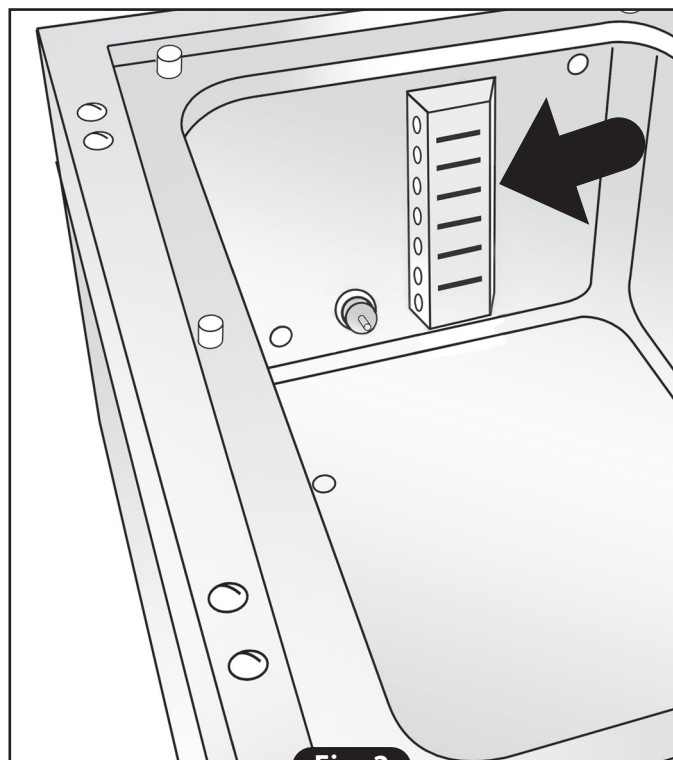

Fig. 2
- Indicador de nivel versión Top (**Fig. 2**).